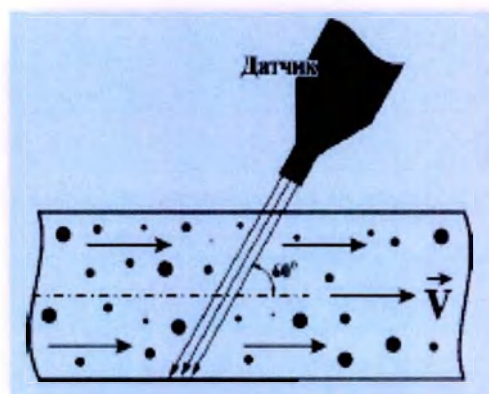

Рисунок 38 – Прозвучивание кровотока в большом сосуде
7.5.13 Максимальный по звуку и амплитуде сигнал в единичном сосуде можно получить при угле 45 или 60 градусов между направлением кровотока и лучом датчика (рисунок 38).